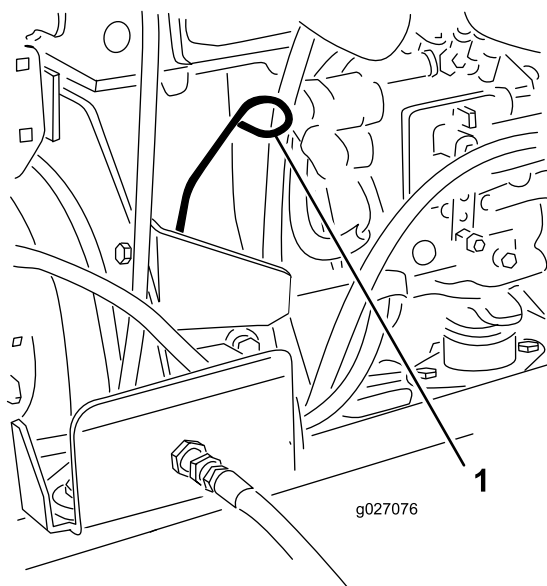

Figura 29
3. Togliete l'asta di livello, asciugatela e reinsertitela (Figura 29).